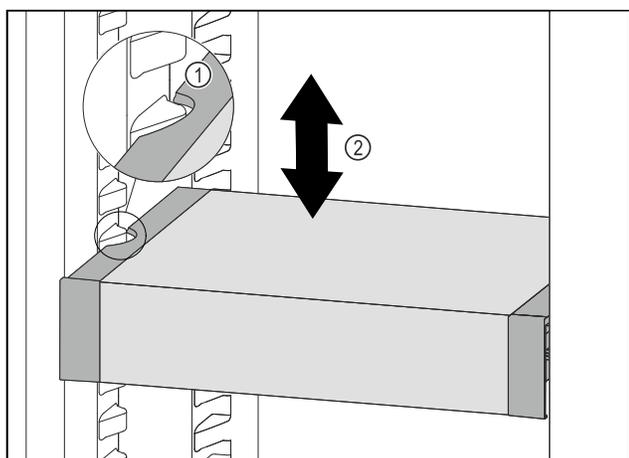

Fig. 94
- ▶ Tirer le VarioSafe vers l'avant jusqu'à ce que les encoches latérales du VarioSafe soient à la hauteur de la nervure du bac dans la partie réfrigérateur. Fig. 94 (1)
- ▶ Déplacer le VarioSafe vers le haut ou vers le bas dans la partie réfrigérateur jusqu'à ce que la hauteur souhaitée soit atteinte. Fig. 94 (2)